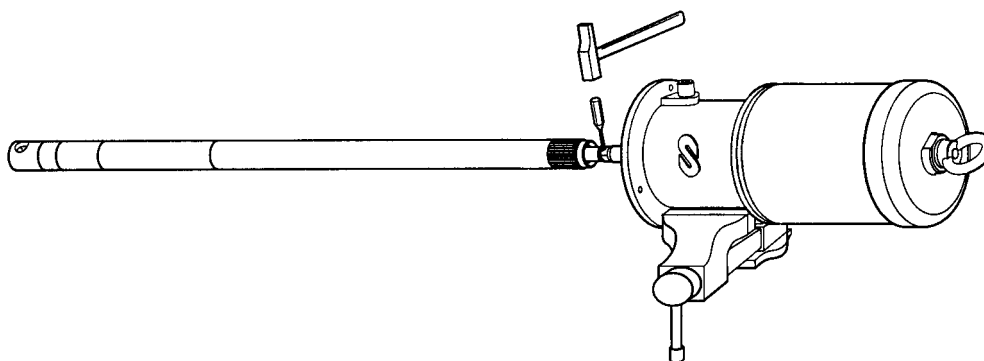

Fig. 6
2. Remove the pin (45) (fig. 6) and unthread the rod (46) until it is loosened.
2. Quitar el pasador (45) con un botador (Fig. 6) y desenroscar la varilla (46) hasta soltarse.
2. Retirer le goujon (45) à l'aide d'un repoussoir (fig. 6) et desserrer la tige (46) jusqu'à ce que cette dernière se lâche.